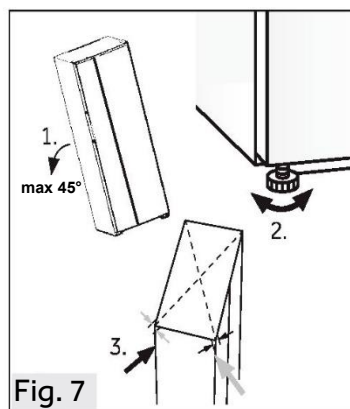

Fig. 7
1. Inclinare lievemente all'indietro l'elettrodomestico (Fig.7).